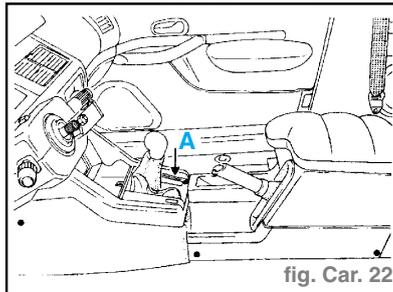

fig. Car. 22
- Ôter le cache (A). (fig. Car. 22)